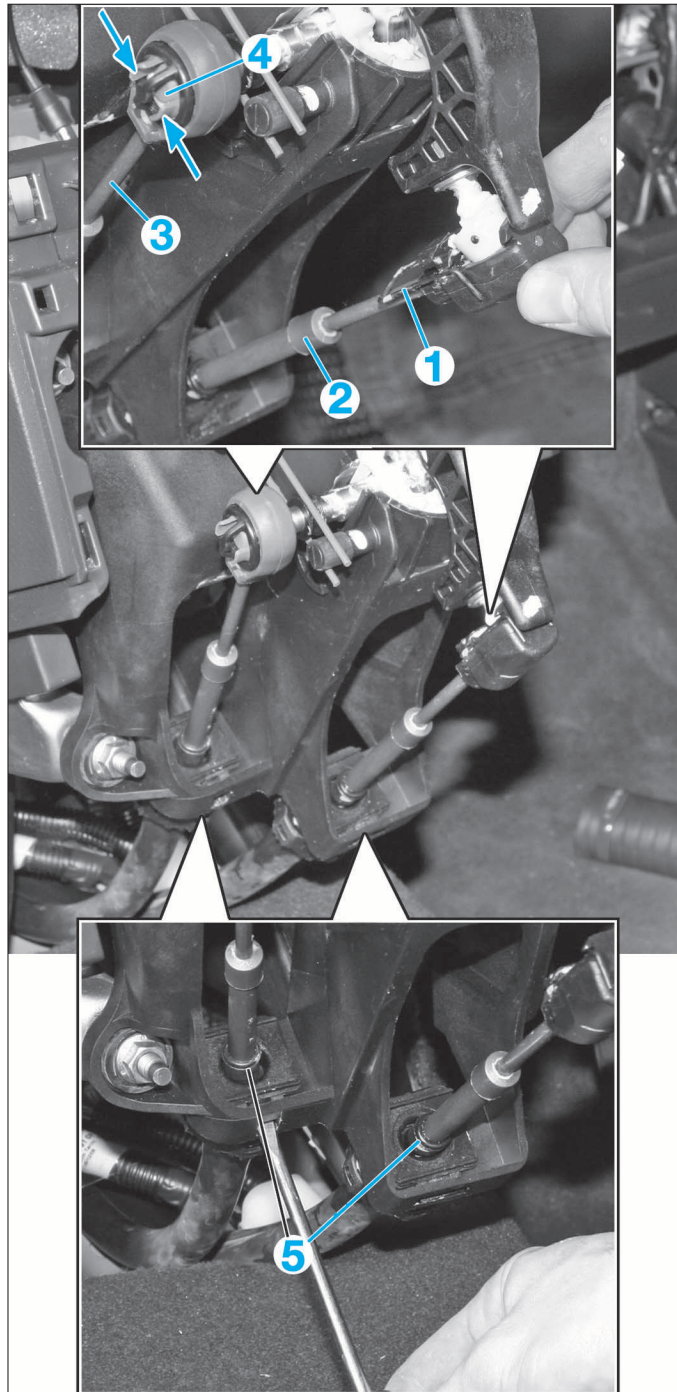
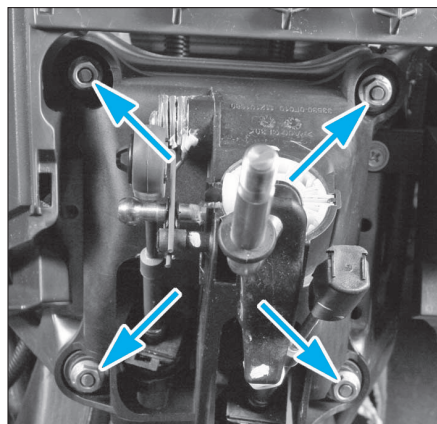

FIG. 8
FIG. 9
- Déposer le clip (1), puis le câble de commande de changement de vitesses (2) (fig. 8).
- Déposer le câble de commande de sélection (3) en pinçant les clips vert (4).
- Dégager les agrafes (5) puis les câbles.
- Déposer le levier de vitesses (4 vis) (fig. 9).